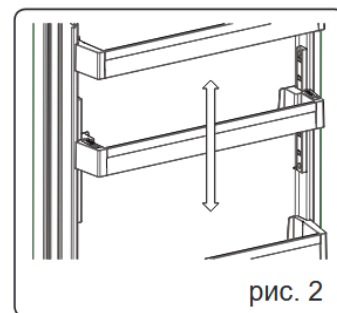

рис. 2
- Відрегулюйте висоту полиці до необхідної, пересуваючи полицю догори і вниз. Після визначення необхідного положення полиці на дверцятах, відпустіть кнопки з боків полиці (рис. 2). Перш ніж відпустити полицю на дверцятах, спробуйте посунути її вгору та вниз і переконайтеся, що фіксація надійна.